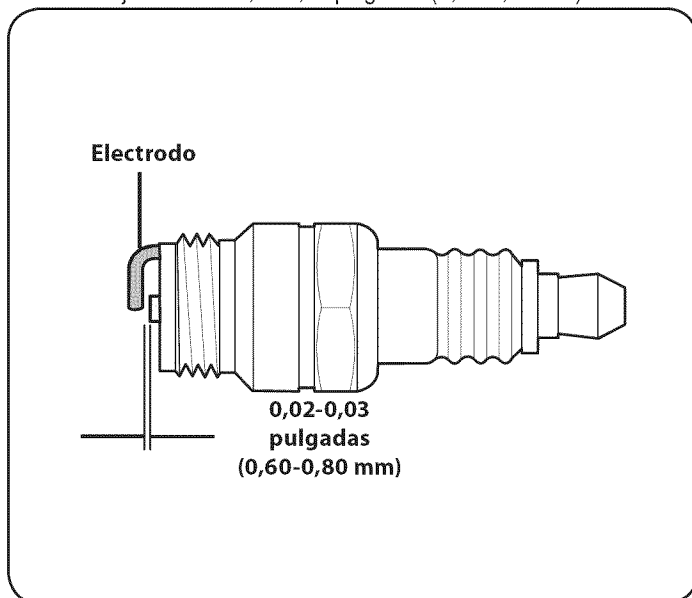

Figura 11
3. Mida la separación de bujía con un calibrador. Realice los ajustes necesarios torciendo el electrodo lateral, Figura 11. La separación debe ajustarse en 0,02-0,03 pulgadas (0,60-0,80 mm).